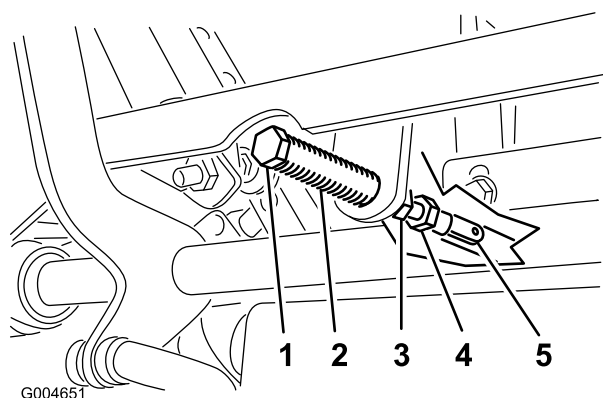

Figura 59
5. Tire hacia atrás de la palanca hasta que el pasador (en el brazo situado encima del eje pivotante) entre en contacto con el extremo de la ranura (empezando justo a tensar el muelle) (Figura 59).
7. Si es necesario un ajuste, afloje la tuerca y la contratuerca contra la horquilla (Figura 59).
8. Aplique una ligera presión hacia atrás en la palanca de control de movimiento, y gire la cabeza del perno de ajuste en el sentido apropiado hasta que la palanca de control esté centrada en posición de bloqueo/punto muerto (Figura 59).
9. Apriete la tuerca y la contratuerca (Figura 59).
10. Apriete las contratuercas de las rótulas (Figura 59).